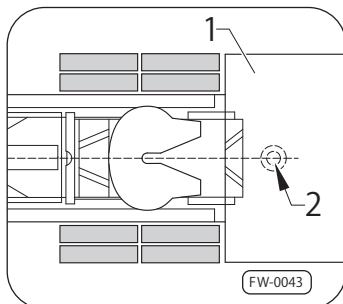

図3 トラクターとセミ・トレーラーの位置
4. セミ・トレーラーの前にトラクターを位置させて下さい。図3 - 位置1 - 参照